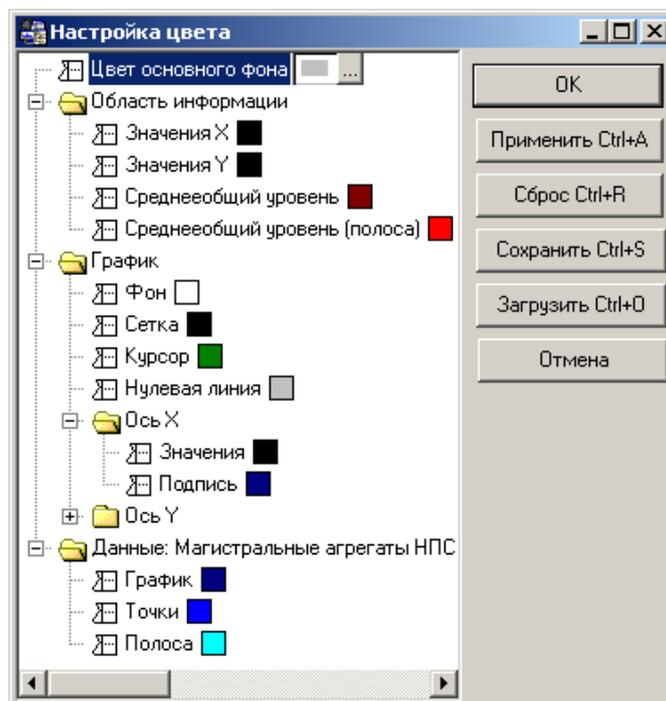

Рис.2.26. Окно "Настройка цвета".
**2.3.7.** Цвет отдельных элементов графика можно настроить по желанию пользователя. Для этого, находясь в окне с графиком, необходимо последовательно выбрать пункты контекстного меню **Вид/Настройка цвета**. Открывшееся окно (рис.2.26) позволяет задать цвет оформления (основного фона), цвета области информации и цвета области графика.